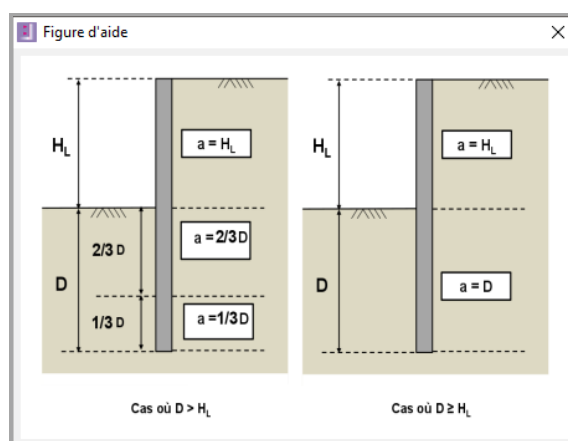

Figure B 27 : Figure d'aide pour la définition du paramètre dimensionnel a
- **a** : paramètre à définir en fonction de la fiche de l'écran, de la hauteur soutenue ainsi que de la position relative de la couche concernée par rapport au fond de l'excavation. La dimension du paramètre « a » est une longueur. Une figure d'aide illustre le choix de ce paramètre (cf. Figure B 27).